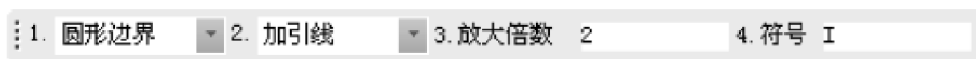

图 3-50 局部放大图立即菜单 1
调用局部放大图功能后，弹出的立即菜单如图 3-50 所示。
- 1) 在图 3-50 所示的立即菜单的第 1 项中选择【圆形边界】选项。
- 1) 在图 3-50 所示的立即菜单的第 1 项中选择【矩形边界】选项，立即菜单如图 3-51 所示。